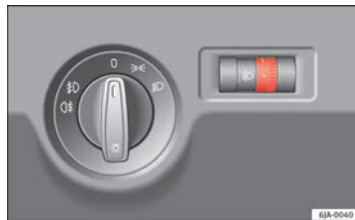

Fig. 56 Quadro strumenti: regolazione profondità dei fari
- Ruotare l'interruttore ⇒ **fig. 56**, fino ad ottenere la profondità delle luci desiderata.